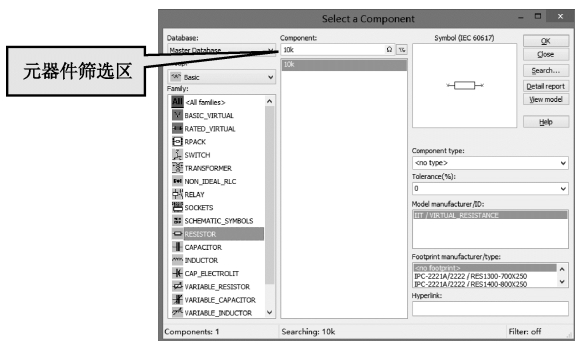

图 4.1.14 查找电阻
(2) 选择电阻。在“Select a Component”窗口中，在“Database”下拉列表框中选择“Master Database”选项，在“Group”下拉列表框中选择“Basic”选项，在“Family”选项区域中选择“Resistor”选项，则可以在“Components”列表框中显示所有的电阻。本例中需要用到 3 种阻值的电阻：120、470、10K。在上方的元器件筛选区输入准确的值，则软件会自动定位符合要求的电阻，如图 4.1.14 所示。选择的电阻的标号从 R1 开始，自动递增。